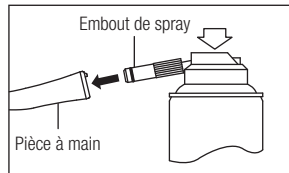

Fig. 15
- 2) Insérez l'embout de spray à l'arrière de la pièce à main. Tenez la pièce à main et pulvérisez 2-3 fois pendant environ 2-3 secondes à chaque fois. Vaporisez du lubrifiant jusqu'à ce qu'il en ressorte de la tête de la pièce à main pendant au moins 2 secondes (Fig. 15).
- 3) Lubrifiez la pièce à main à l'aide du NSK PANA SPRAY Plus / PANA SPRAY (Fig. 15) ou du système NSK de nettoyage et de lubrification automatique de la pièce à main.